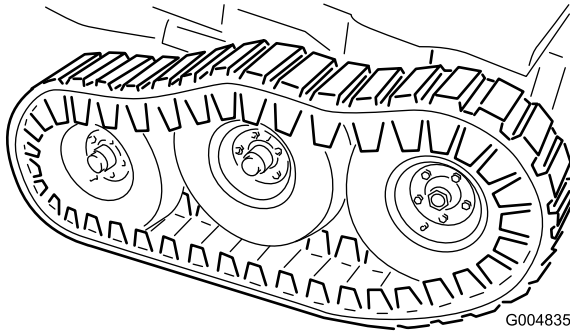

Figura 121
51. Instale las arandelas planas ($\frac{1}{2}$ ") y las contratuercas en el espárrago del pivote del bogie (Figura 121) y apriételas a 102 N m (75 pies-libra).